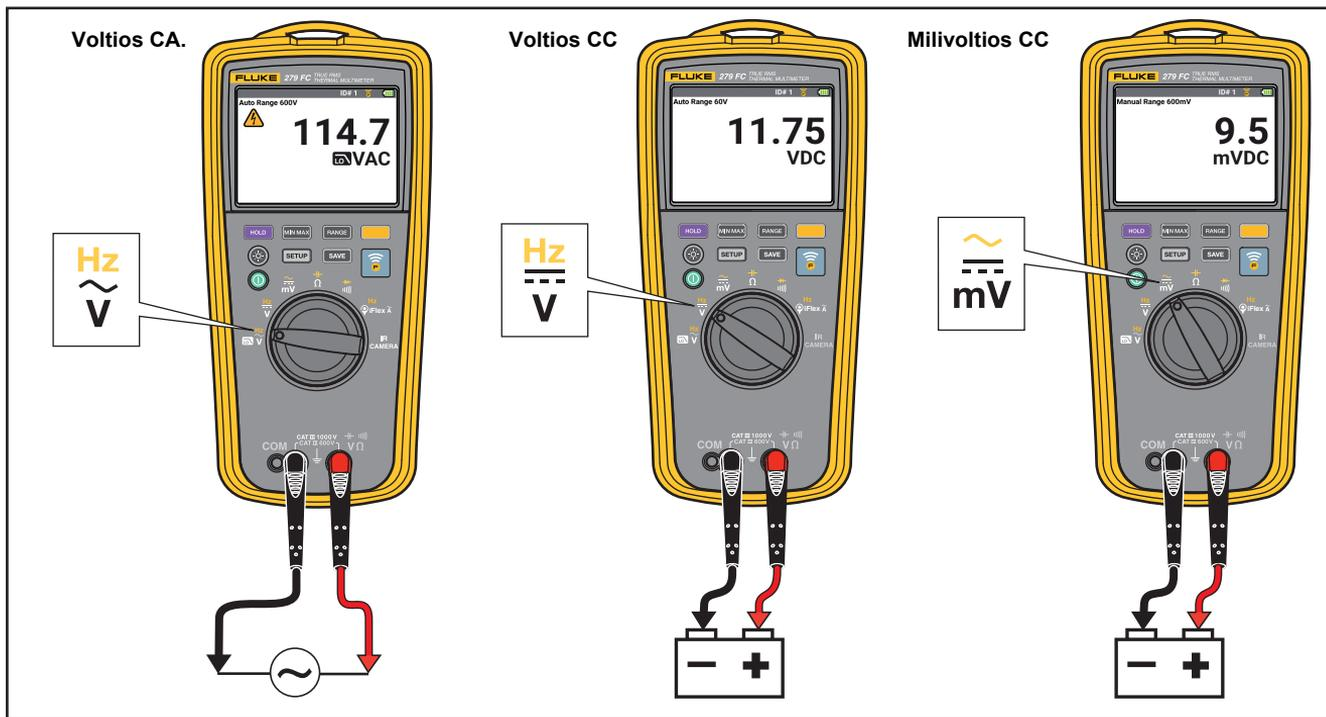

Figura 4. Mediciones de tensión de CA y CC
- Mediciones de tensión de CA y CC. Consulte la Figura 4.
1. Gire el selector a la posición $\overset{\sim}{mV}$. Consulte la Figura 4.